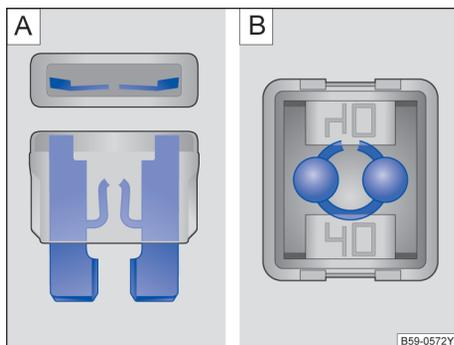

图 194 烧断的保险丝: [A] 扁平插入式保险丝, [B] 方块型保险丝
- 烧断的扁平插入式保险丝（ATO®、MINI®）可从上面和侧面透过透明外壳通过熔断的金属条来识别 → 图 194 [A]。
- 对于烧断的方块型保险丝（JCASE®），烧断的金属条可从上面透过透明的外壳来识别 → 图 194 [B]。